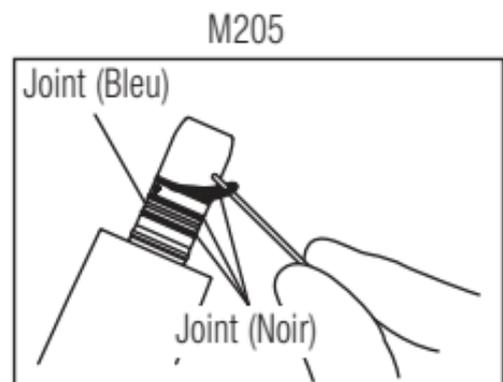
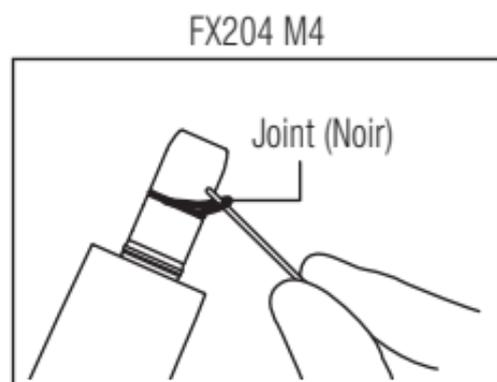

Fig. 18
Fig. 19
Si un joint détérioré rend difficile la fixation de la pièce à main ou provoque une fuite d'eau ou d'air, remplacez le joint. À l'aide d'une aiguille ou d'un autre outil pointu, retirez les joints défectueux de la section d'insertion du moteur et insérez de nouveaux joints dans les rainures des joints (Fig. 18 ou Fig. 19).
- Le joint bleu est plus mince que les trois joints noirs. Lors de l'insertion de nouveaux joints, vérifiez qu'ils sont insérés dans les rainures adéquates, comme montré à la Fig. 18. (M205)